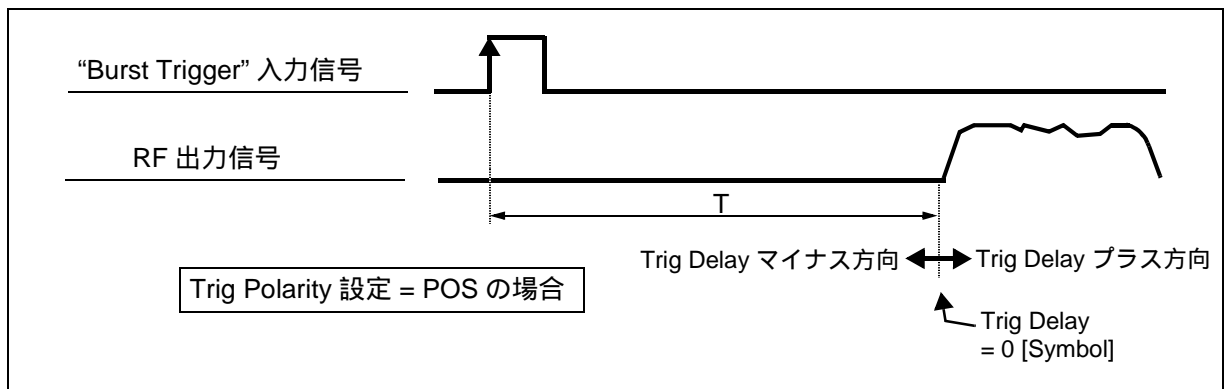

図 3-8 Burst Trigger 入力信号 - RF 信号出力のタイミング
**Trigger Delay** R3560 の Burst Trigger in 端子の入力信号からのディレイをシンボル単位で設定します。Burst Trigger in 端子に有効な信号を捕らえると、システム・モードおよびレートの設定により規定された時間：T（表 3-1、図 3-8 を参照）を基点にし、 $\pm 10$  シンボルの範囲（分解能 0.1 シンボル）でディレイが可変可能です。